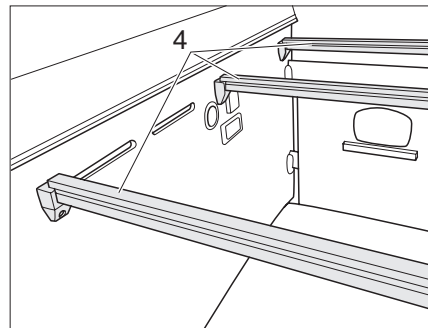

Bild 52 Lamellramens stödskenor
- ▶ Ta bort tre av lamellramens stödskenor (Bild 52,4) från fästet.